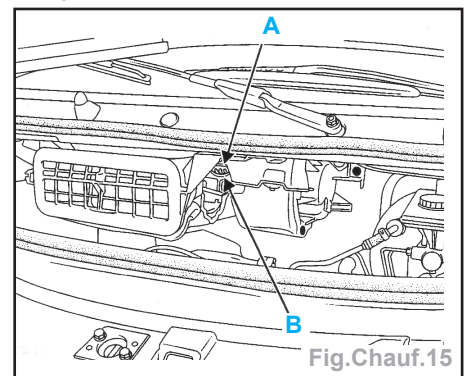

Fig.Chauf.15
- Débrancher les connexions (A et B) (Fig.Chauf.15).